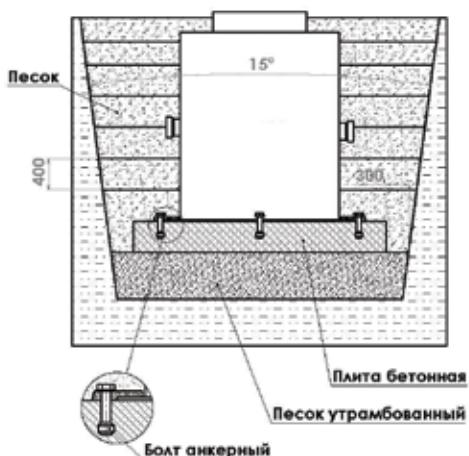

Рис. 5 Расположение бетонной плиты
В котловане по его периметру и на всю глубину устанавливается опалубка, на дне которой заливается усиленная стальной арматурой бетонная плита (рис.5). Толщина плиты рассчитывается из расчета габаритных размеров очистного сооружения и удельного веса бетона (для справки 1 м³ бетона 2500кг). В случае установки очистного сооружения в
- Установить в шкаф управления компрессор и таймер. Таймер подключить к розетке 1А. Смотреть рис.5